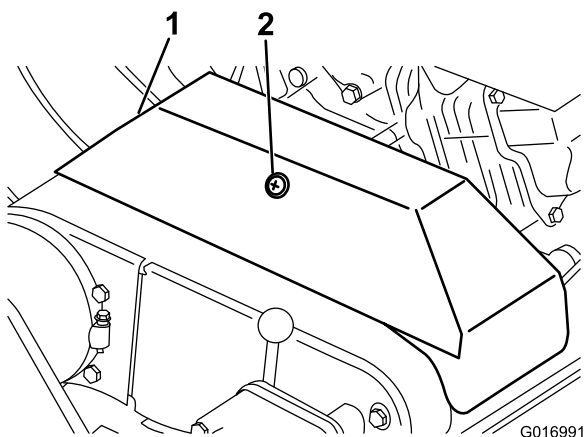

Figura 40
2. Allentate l'ancoraggio di fissaggio del copricinghia della cinghia trapezoidale, e girate il copricinghia per aprirlo (Figura 40).